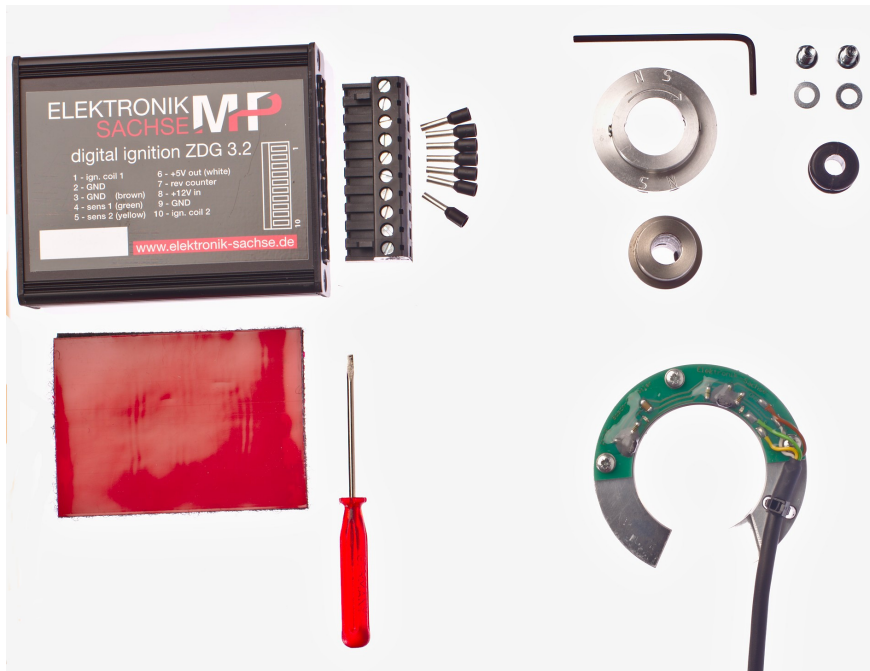

Abbildung 1 Lieferumfang
Abbildung 1 zeigt was im Paket mitgeliefert werden sollte. Zu beachten ist, daß die Abbildung eventuell nicht die aktuellste Version des Produktes zeigt. Beizeiten ändern wir die Produkte ab, so daß die Teile anders aussehen können, ein Teil fehlt oder eines hinzukommt. Falls es solche Abweichungen geben sollte oder etwaige andere Fragen, kontaktieren sie uns gerne.
- Den Magnetring so weit drehen, bis der S-Magnet kurz vor dem Sensor (roter Pfeil, siehe Bild 1) steht.